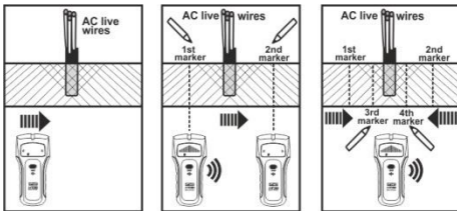

Abb. 4: Scannen von AC-Live-Drähten
4. Halten Sie das Instrument im unteren Teil und bewegen Sie es langsam auf der Oberfläche von links nach rechts (siehe Abb.4 - linker Teil)
5. Wenn der zentrale Balken auf dem Display angezeigt wird (siehe Abb. 4 – Mittelteil), gibt das Instrument einen kontinuierlichen Klang ab. Stoppen Sie die Bewegung des Instrumentes und markieren Sie die Anfangskante (1. Marker) des Objekts auf der Oberfläche
6. Fahren Sie mit dem Suchscan entlang der Oberfläche fort, bis die Grafikleiste verschwindet und der Ton stoppt (siehe Abb.4 - mittlerer Teil, rechtes Instrument)
7. Stoppen Sie die Bewegung des Instrumentes und markieren Sie den 2. Marker auf der Oberfläche (siehe Abb.4 - Mittelteil)
10. Markieren Sie die Oberfläche mit dem 3. Marker und dem 4. Marker (siehe Abb. 4 - rechter Teil)